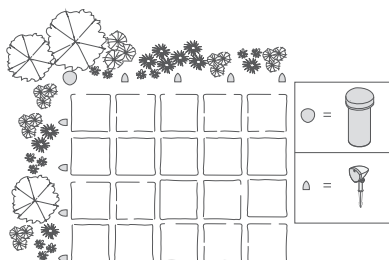

图 1
- 结合 Definitive Technology LS-400 卫星扬声器使用 (见图 1)